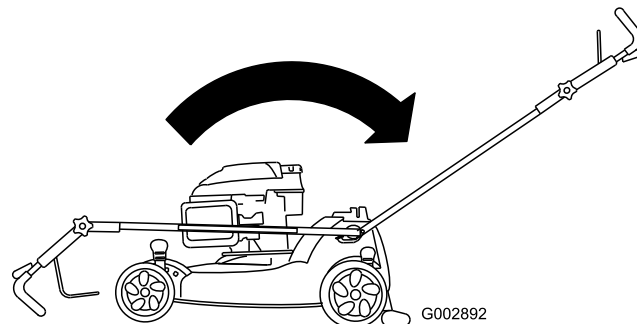

Figura 44
2. Mueva el manillar a la posición vertical (Figura 44).